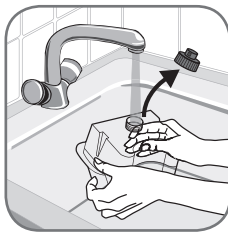

fig. 11
- Следите за тем, чтобы устройство было отключено от сети электропитания. Потяните резервуар для воды кверху и снимите его с корпуса устройства (рис. 10). Отвинтите крышку и залейте воду в резервуар (рис. 11). На отметке «max» (максимум) прибор работает с максимальной производительностью.